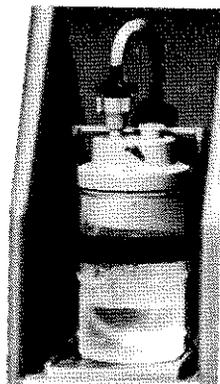

Abb. 4: Verbindung des O₂-Anfeuchters
3. Befestigen Sie den Anfeuchter mit Hilfe des Bandes im Ständer. Stecken Sie ein Ende des max. 12 cm langen Verbindungsschlauches auf den Ausgangsnippel des Gerätes, das andere Ende auf den schwarzen Winkeladapter (Abb. 4).